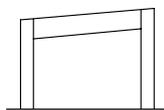

図3-7
- 許容範囲(※3)を超えた図3-7の場合、シャッターが取付けられなかったり、シャッター取付け後に異音やキズが発生して正常に作動しなくなる場合があります。